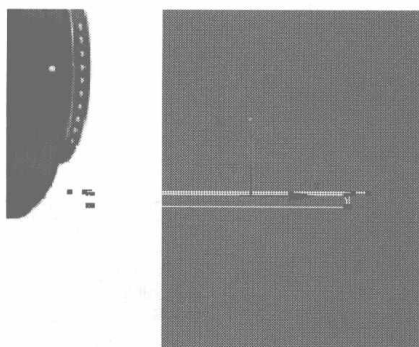
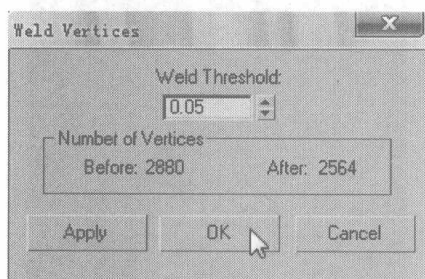

图 6.397
图 6.398
- 27** 切换为节点编辑，在 Front 视图中框选如图 6.397 所示的节点，在 Edit Vertices 卷展栏中单击 **Weld** 右侧的小按钮，在弹出的对话框中设置焊接参数，如图 6.398 所示。